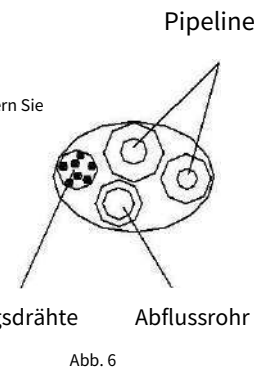

Abb. 6
1. Anschließen des rechten hinteren Rohrs (ähnlich dem rechten unteren Rohr) (optional, siehe Abb. 6)